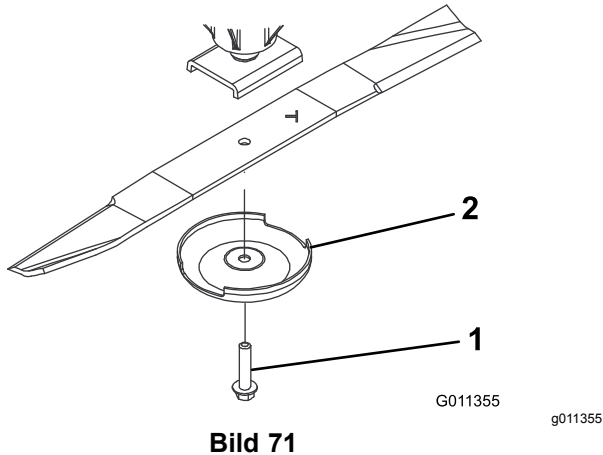

Bild 71
2. Halten Sie das Ende des Messers mit einem dicken Handschuh oder Tuch fest und entfernen Sie die Messerschraube, Antiskalpierkuppe und das Messer von der Spindelwelle (Bild 71).
3. Setzen Sie das Messer (der Flügel sollte zum Mähwerk zeigen) mit der Antiskalpierkuppe und der Messerschraube ein (Bild 71). Ziehen Sie die Messerschraube bis auf 115-149 N·m an.